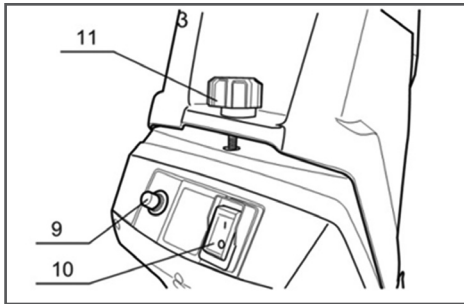

Рис. 6. Включение устройства
1. Убедитесь в том, что винт 11 (Рис. 6) надежно затянут.
3. Установите, нажатием на клавишу, электромагнитный выключатель 10 (Рис. 6) в положение «I» (ВКЛЮЧЕНО), электродвигатель включится.
На измельчителе установлен предохранитель 9 (Рис. 6). Если при работе возникает перегрузка, то предохранитель автоматически отключает двигатель (выскакивает кнопка предохранителя). Чтобы не допустить повреждений двигателя вследствие перегрева, устрой-
4. Открутите винт 11 крепления корпуса (Рис. 6) против часовой стрелки и откиньте вперед крышку загрузочного желоба.
8. Установите на место крышку загрузочного желоба и затяните её, поворачивая винт крепления корпуса 11 (Рис. 6) по часовой стрелке.
4. Открутите винт 11 крепления корпуса (Рис. 6) против часовой стрелки и откиньте вперед верхнюю часть корпуса.
11. Сложите верхнюю и нижнюю часть корпуса и затяните винт 11 крепления корпуса (Рис. 6).